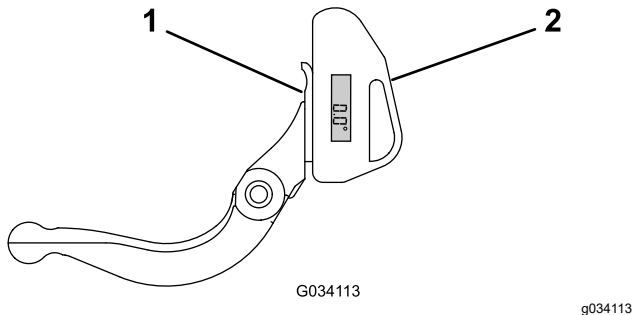

Figura 24
1. Amplasai indicatorul de unghi în partea inferioară a contracuitului, conform indicațiilor din Figura 24.